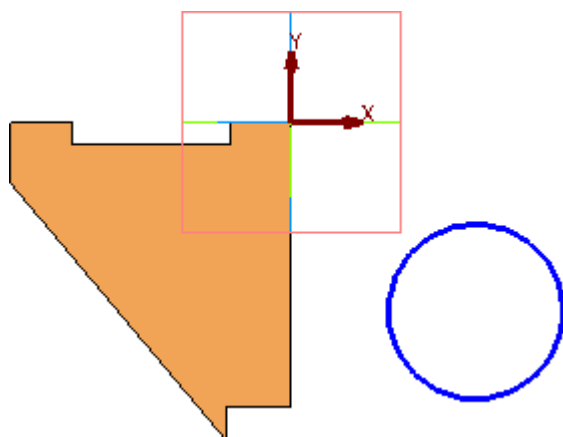

Рис. 10
- постройте окружность без осей произвольного диаметра в любом месте эскиза (рис. 10);